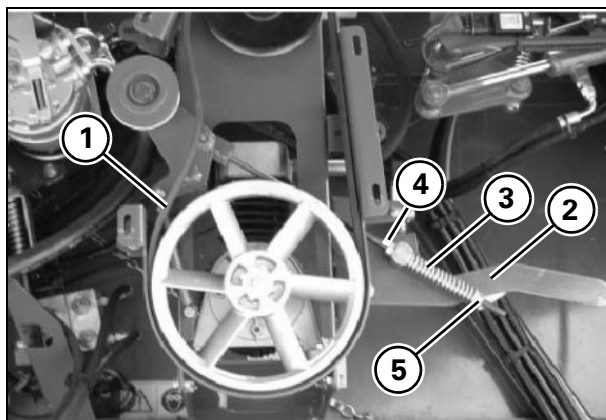

Рис. 19
**Приводной ремень** - Рис. 19